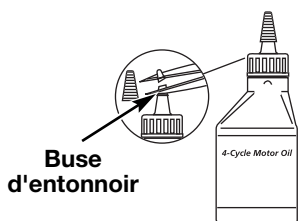

Fig. 4
Votre appareil est livré avec une bouteille d'huile SAE 30 SF, SG, SH de 90 ml (3,04 oz) (Fig. 4).
1. Dévisser le bouchon de la bouteille d'huile et retirez le papier couvrant l'ouverture. Remplacez le bouchon. Coupez la pointe de la buse de l'entonnoir (Fig. 4).